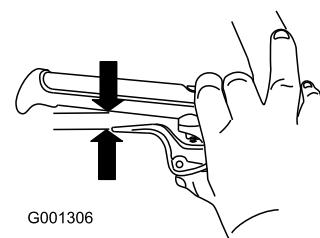

Figura 9
- Premete a fondo la leva e controllate la luce tra la base della stegola e l'estremità della leva della frizione ruota (Figura 9).